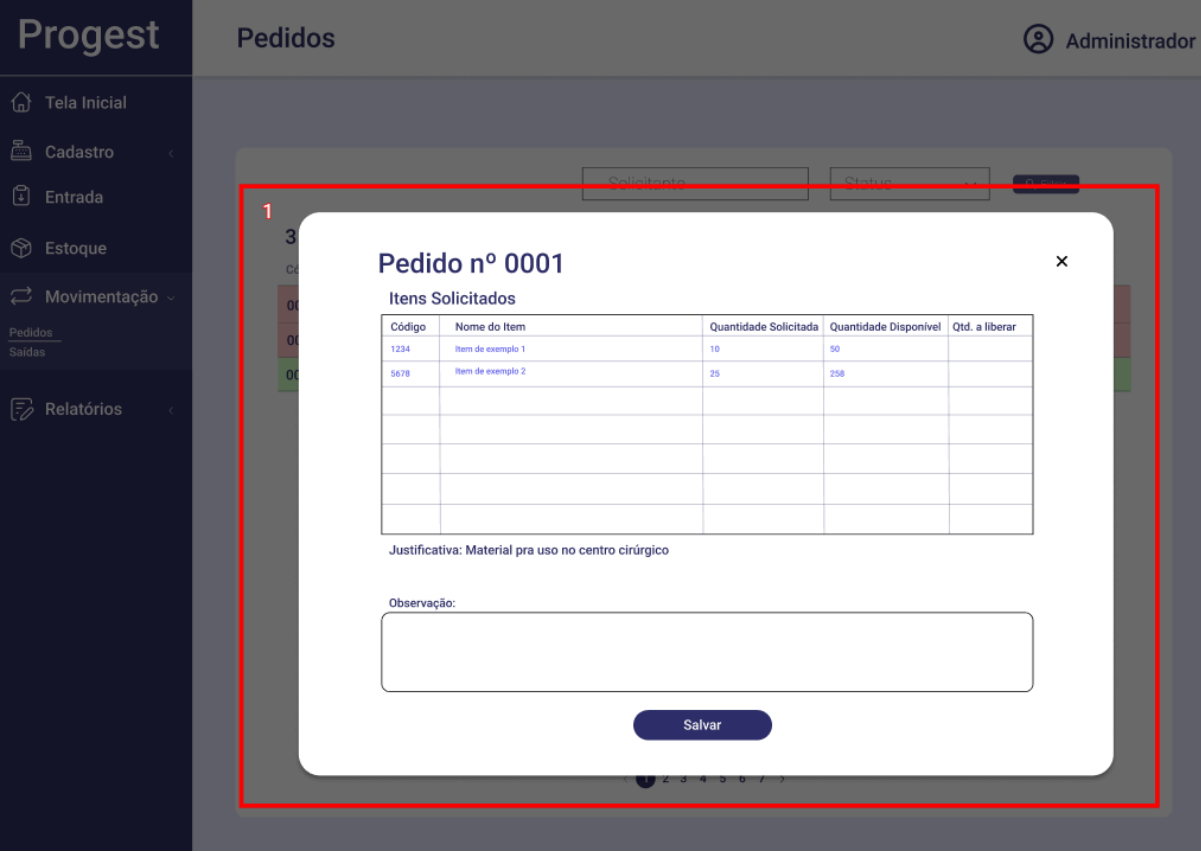

Figura 21: Tela de liberação de pedido
- **Passo 1: Atender um Pedido Pendente** Ao clicar em "Visualizar" em um pedido com status "Pendente", o sistema exibe a janela de liberação (Figura 21). Nela, o Almojarife deve: